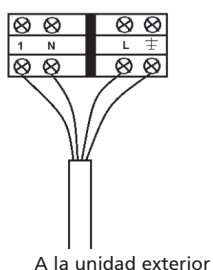

Ilustración 20
- e. Fije los hilos eléctricos a la regleta, en la ubicación correcta, véase ilustración 20.